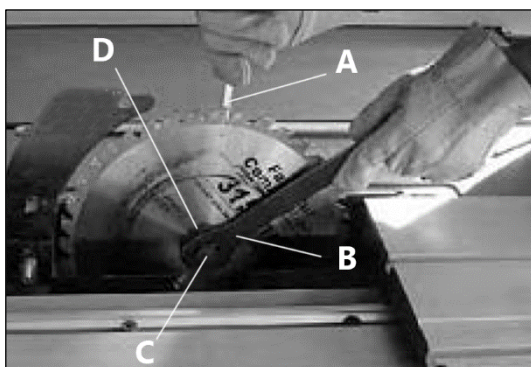

Рисунок 16.
- вставьте стопорный штифт **А** (рис. 16) в специальное отверстие внутреннего фланца пильного диска;